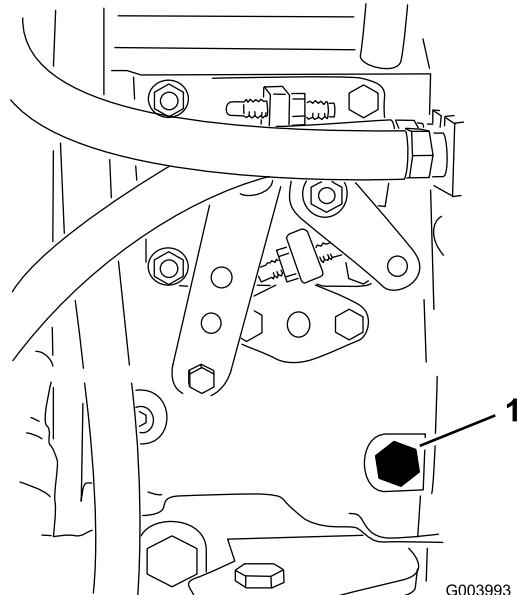

Figura 23
3. Desaperte o parafuso de drenagem que se encontra na bomba de injeção de combustível (Figura 23) com uma chave de 12 mm.